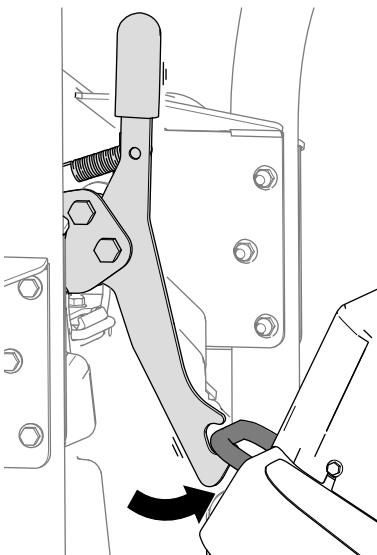

Figura 40
5. Rotii unitatea de tăiere (Figura 39) astfel încât elementul de fixare să se coupleze în suportul de legare (Figura 40).